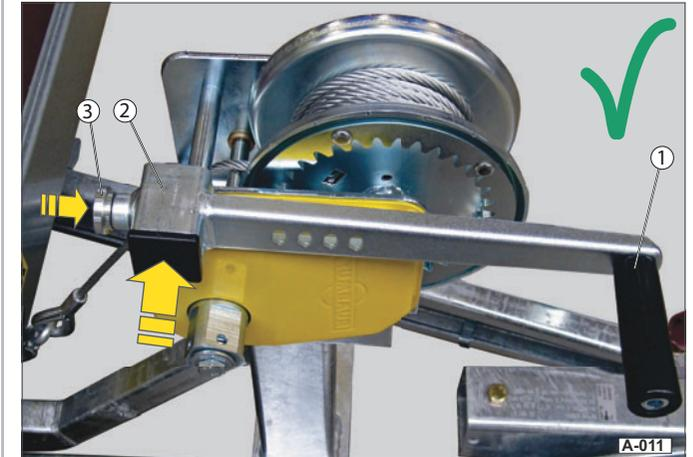

Abb. 11 Seilwinde gesichert
- ▶ Lösen Sie die Kurbel (Abb. 11/1) vom Kurbelansatz - Sicherungsstift (Abb. 11/3) ziehen.
- ▶ Stecken Sie die Kurbel auf die Park-Halterung (Abb. 11/2) waagrecht auf - der Sicherungsstift muss in der Bohrung arretieren.